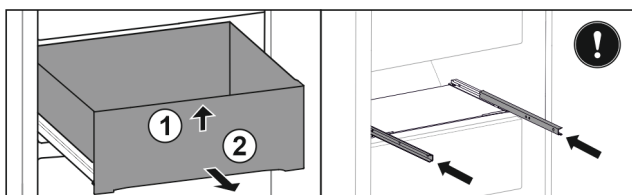

Fig. 134
- ▶ Predal spredaj dvignite. Fig. 134 (1)
- ▶ Predal vzemite ven v smeri naprej. Fig. 134 (2)